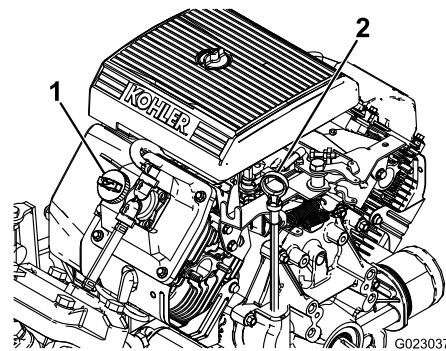

Figura 42
2. Scoateți joja i tergeți-o cu o lavetă curată (Figura 42). Introduceți joja în tub i asigurați-vă că este introdusă complet. Îndepărtați joja de ulei și verificați nivelul uleiului.
3. Dacă nivelul uleiului este scăzut, scoateți capacul buonului de la capacul valvei (Figura 42) i adăugați ulei în deschidere până când nivelul ajunge la marcajul FULL (PLIN) de pe jojă. Adăugați uleiul încet i verificați nivelul des în timpul acestui proces. Nu umpleți excesiv.
8. Turnați încet aproximativ 80% din cantitatea specificată de ulei în tubul de umplere cu ulei (Figura 42).